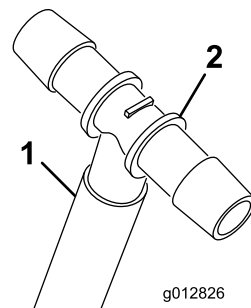

Figura 16
- A. Coloque una abrazadera en la manguera corta y luego inserte el acoplamiento en T en el extremo de la manguera corta (Figura 16).